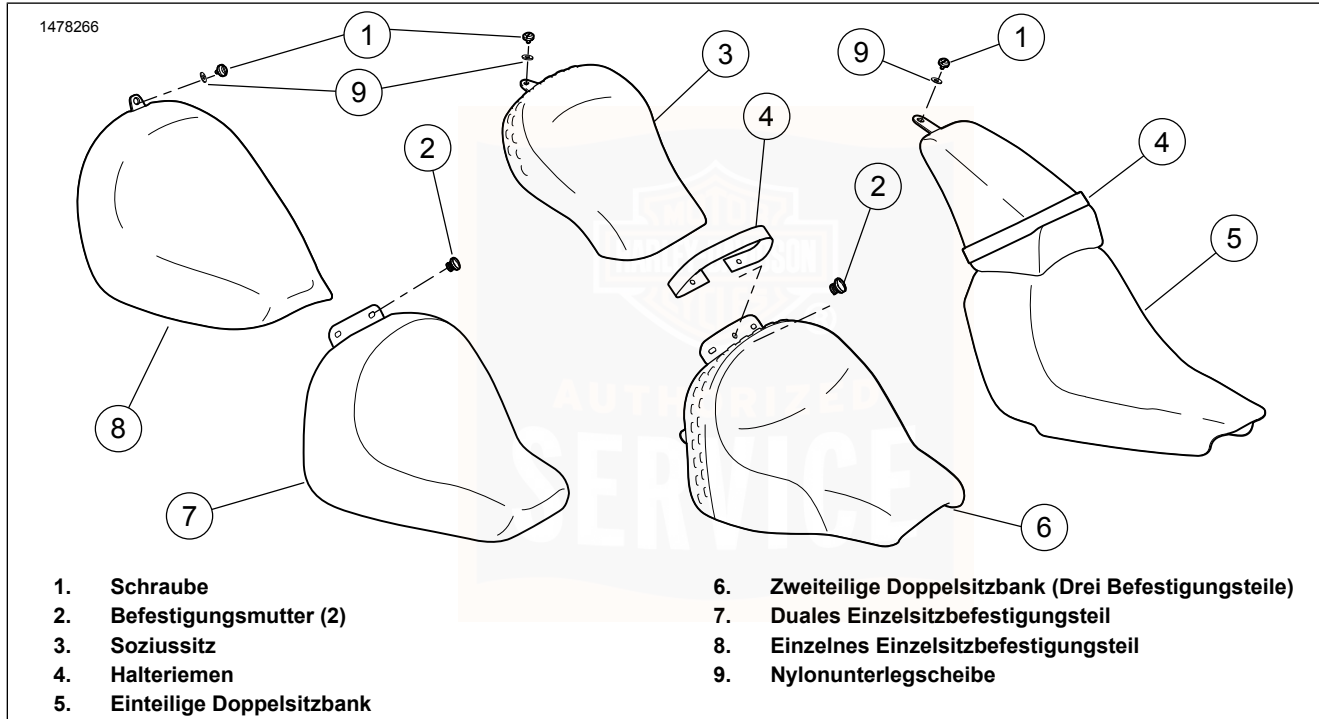
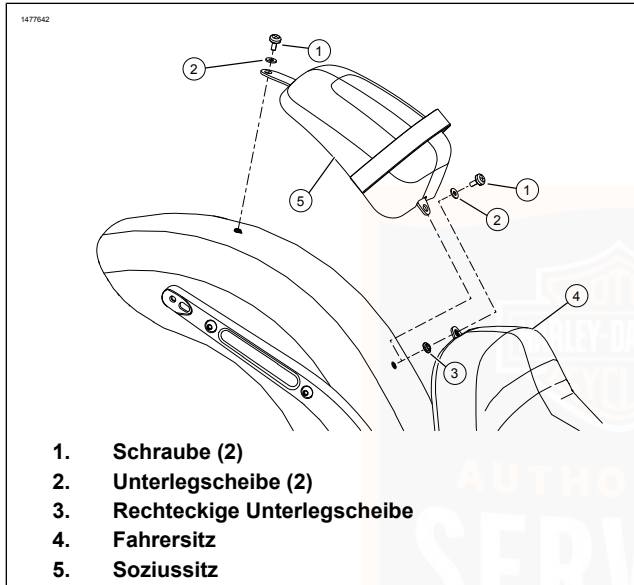

Abbildung 88. Sitz: Softtail-Modelle
Abbildung 89. Zweiteilige Doppelsitzbank (Zwei Befestigungsteile)
1. Siehe Abbildung 88 .
- a. Die Schraube (1) und die Unterlegscheibe (9) entfernen.
- b. Die Rückseite des Sitzes (5) abheben und die Sitzzunge aus der Halterung herauschieben.
- c. Den Sitz nach vorne schieben, um ihn vom Halteriemen (4) zu lösen.
- d. Den Halteriemen (4) bei Bedarf entfernen.
- b. Den Soziussitz (3) durch Ziehen nach hinten entfernen.
- c. Die Befestigungsmuttern (2) entfernen.
- d. Die Rückseite des Sitzes (6) von den Befestigungsstangen abheben und die Sitzzunge aus der Halterung herauschieben.
- e. Den Halteriemen (4) bei Bedarf entfernen.
- a. Die Schraube (1) und die Unterlegscheibe (9) oder Montagemuttern (2) entfernen.
- a. Abbildung 89
- b. Die vordere Schraube (1) und die Unterlegscheibe (2) entfernen.
- c. Die Rückseite des Fahrersitzes (4) abheben und die Sitzzunge aus der Halterung herauschieben.
- d. Die rechteckige Unterlegscheibe (3) entfernen.
- e. Die hintere Schraube (1) und die Unterlegscheibe (2) entfernen.
- f. Den Soziussitz (5) entfernen.
- 1. Siehe Abbildung 88 .
- a. Den Halteriemen (4) bei Bedarf montieren.
- b. Den Sitz (5) mit dem Halteriemen nach hinten einbauen.
- d. Die Schraube (1) und die Unterlegscheibe (9) anbringen. Festziehen.
- b. Siehe Abbildung 89 . Die hintere Befestigungshalterung des Fahrersitzes (4) über der vorderen Befestigungshalterung des Soziussitzes (5) platzieren.
- c. Die rechteckige Unterlegscheibe (3) mit dem kleineren Durchmesser nach oben zwischen den beiden Halterungen platzieren.